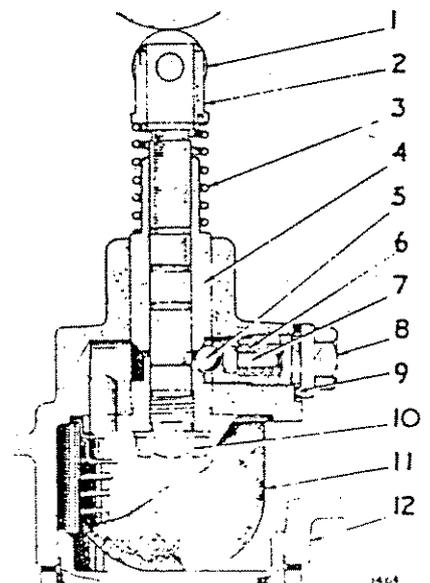

Abb. 10 Querschnitt durch die Pumpe
Die auf Abb.10 gezeigte Pumpe führt das Öl durch ein Rückströmventil in den Akkumulator (Ölsammler). Mögliche Fehlerursachen können sein: (1) durch einen Fremdkörper auf dem Sitz wirkungslos gewordenes Rückströmventil oder eine gebrochene Ventiltfeder. (2) Gebrochene Pumpenkolbenfeder und (3) ein Luftleck, durch welches Luft in die Pumpe gesaugt wird. Sollte dieses auftreten, die Pumpe entfernen und die Fläche des Pumpengehäuses sowie die Bohrung des Gußstückes, in welches die Pumpe einsitzt, reinigen.